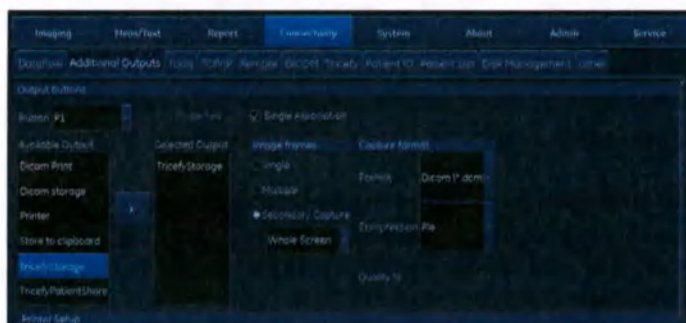

Рис. 10-78. Вкладка дополнительных функций вывода
- Отобразится экран вкладки «Buttons» (Кнопки) (см. Рис. 10-78).